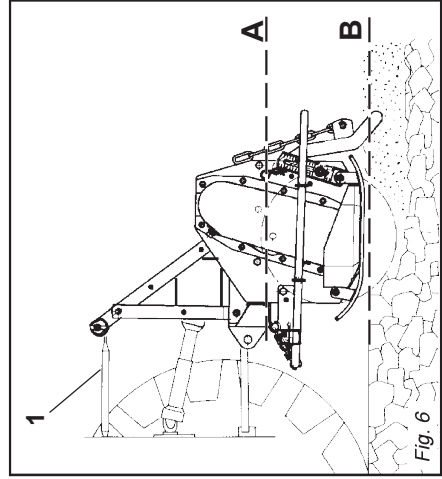

Fig. 6
- 4 - Collegare il terzo punto superiore ed effettuare una corretta regolazione con il tirante (1 Fig. 6) verificando che il piano superiore della zappatrice (A Fig. 6) risulti parallelo al piano terra (B Fig. 6). Ciò è molto importante allo scopo di ottenere il parallelismo tra l'asse della zappatrice e quello della presa di forza del trattore. Operare in queste condizioni significa limitare le sollecitazioni sulla presa di forza stessa e prolungare la durata dell'albero cardanico e della zappatrice stessa.
- 4 - Den oberen Kupplungspunkt anschließen und den oberen Lenker (1 Abb. 6) korrekt einstellen. Sicherstellen, daß die obere Haubenkante der Hackfräse (A Abb. 6) parallel zum Boden (B Abb. 6) steht. Das ist sehr wichtig, um die Parallelität zwischen der Achse der Hackfräse und der der Schlepper-Zapfwelle zu erhalten. Wenn diese Parallelität gegeben ist, wird die Zapfwelle weniger belastet und das Leben von Gelenkwelle und Gerät wird verlängert.
- 4 - Reliez le troisième point supérieur et réglez correctement à l'aide du tirant (1 Fig. 6). Assurez-vous que le plan supérieur de la houe rotative (A Fig. 6) soit pratiquement parallèle au terrain (B Fig. 6). Ceci est très important en vue d'obtenir le parallélisme entre l'axe de la houe et celui de la prise de force du tracteur. Travailler dans ces conditions signifie limiter les sollicitations sur la prise de force et prolonger la durée de l'arbre à cardans, mais aussi de la machine.
- 4 - Conectar el tercer punto superior y efectuar una correcta regulación con el tirante de regulación (1 Fig. 6) controlando que el plano superior de la binadora (A Fig. 6) resulte paralelo al plano al nivel del suelo (B Fig. 6). Esto es muy importante para obtener paralelismo entre el eje de la binadora y el eje de la toma de fuerza del tractor. Esto permite limitar los esfuerzos sobre la toma de fuerza misma y hacer durar el árbol cardánico y la máquina misma.